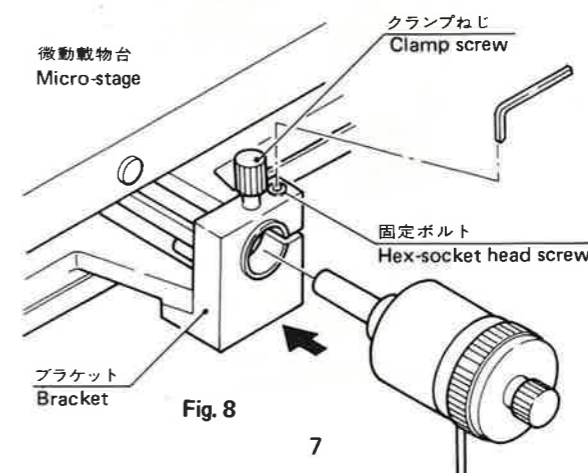
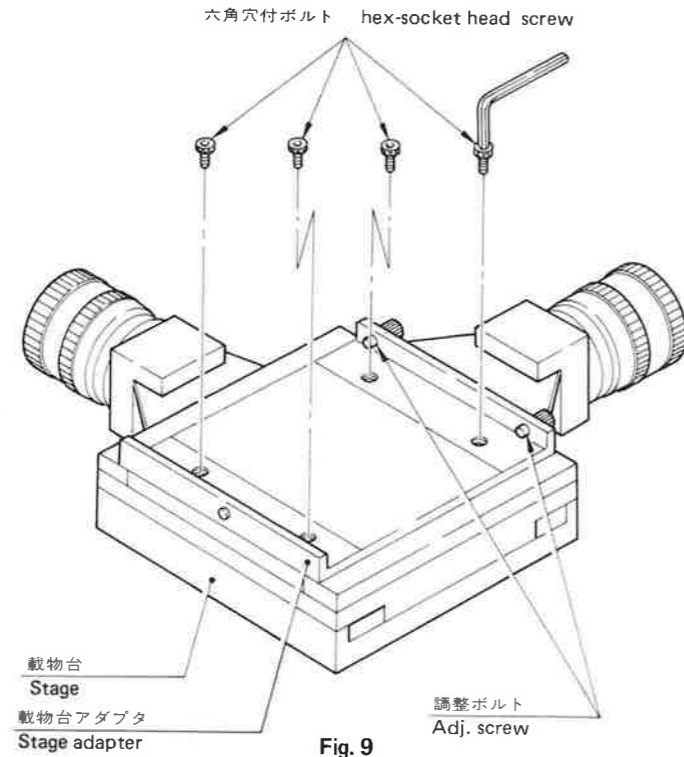

Fig. 8
Fig. 9
- ① 組立を始める前に
- ② 投影スクリーンの取付け
- ③ マイクロメータヘッドの取付け (Fig. 8)
- ① Preliminary procedure
- ② Mounting projection screen
- ③ Fixturing micro-head on the stage (Fig. 8)
④ 載物台の取付け
a. 標準付属品の載物台アダプタに、付属の4本のボルトで載物台を取付けます。(Fig. 9)
a. Attach the furnished stage adapter to the bottom surface of the microstage, and tighten with four hex-socket head screws as shown in Fig. 9.